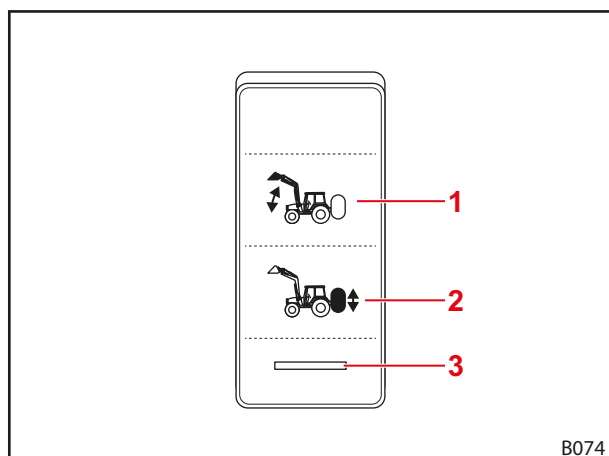

Fig. 73 Interruptor para o sistema hidráulico Comfort
**i** Nos transportes rodoviários e quando o carregador frontal não for necessário, coloque o interruptor na posição "Função original ativa" (ver Fig. 73) para evitar um acionamento não intencional do carregador frontal!